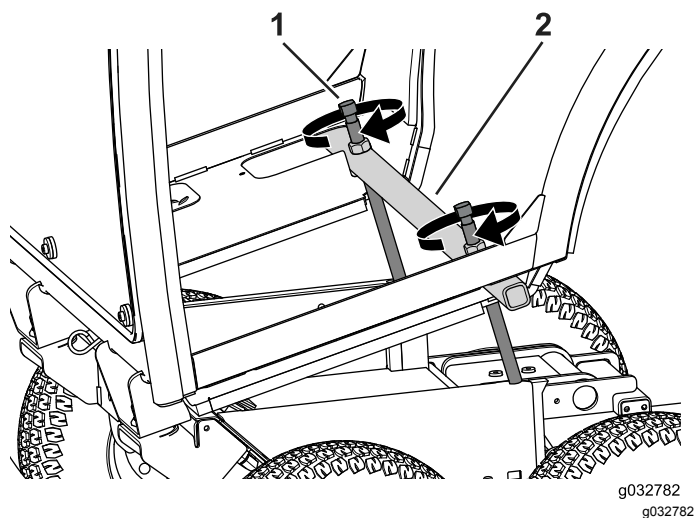

図 67
2. キャブフレームに昇降バーアセンブリをセットする 図 67。
3. 左右の昇降ねじを交互にそれぞれ数回ずつ回転させてキャブを徐々に前傾させる 図 67。